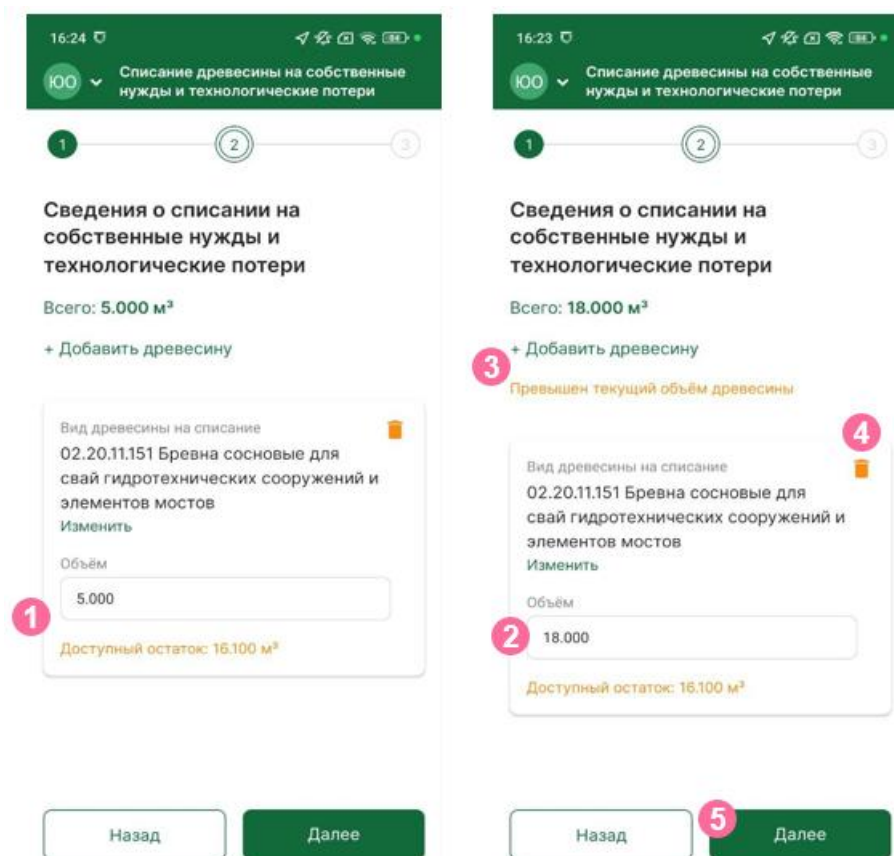

Рисунок 22 – Формирование документа
5. Для перехода к шагу 3 требуется нажать на кнопку «Далее» (рисунок 22).